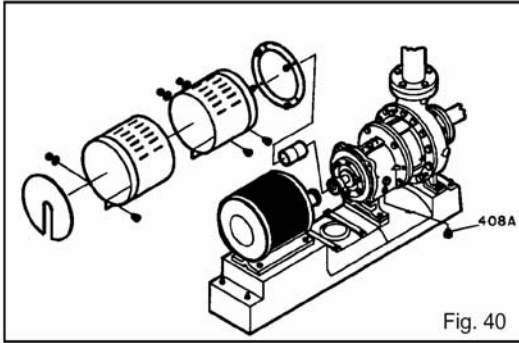

Fig. 40
7. Si la bomba está lubricada con aceite, drene el aceite del soporte de rodamientos quitando el tapón de drenaje (408A) del soporte. Reinstale el tapón una vez que haya drenado el aceite. Retire el tanque de aceite, en caso de haberlo (Fig. 40).